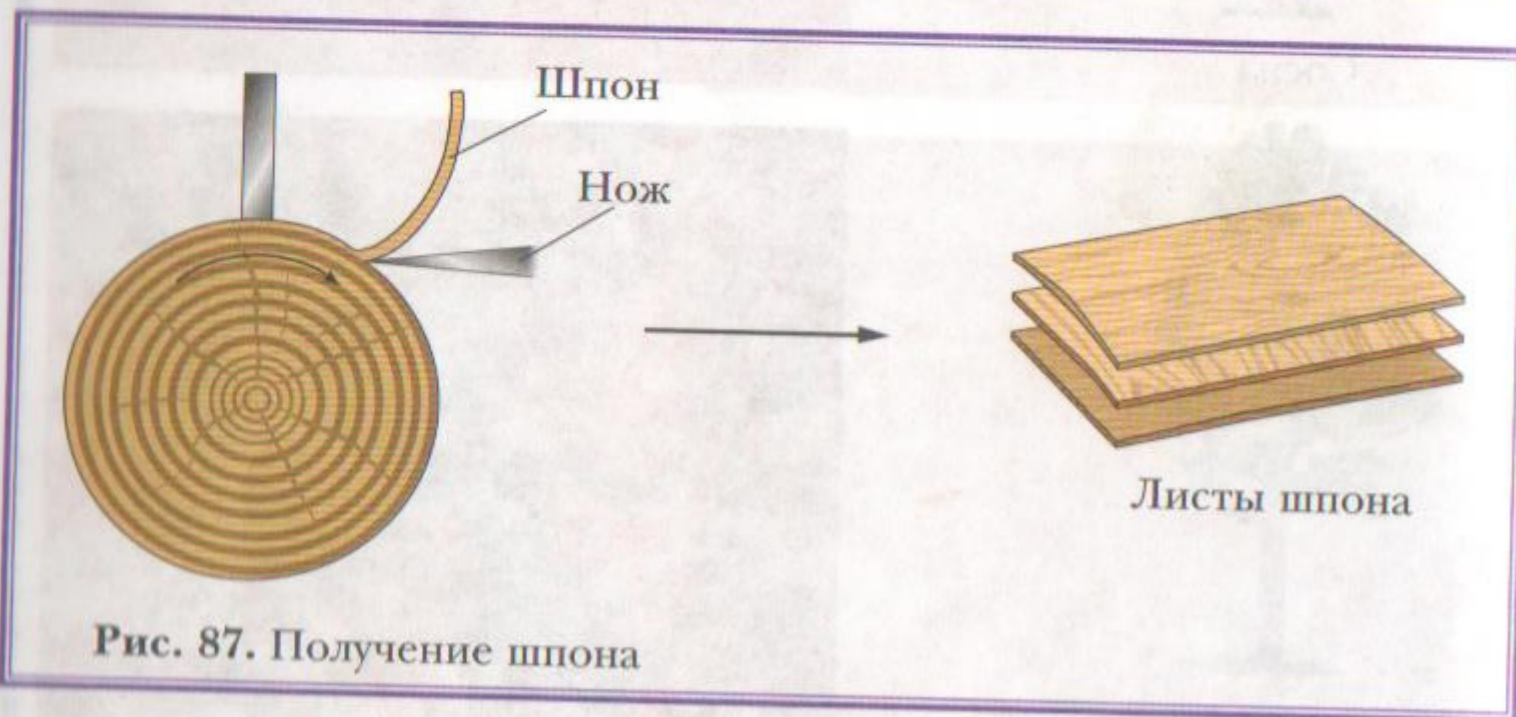

Рис. 87. Получение шпона
**Шпон** — это тонкие слои древесины, полученные срезанием на специальных станках (рис. 87).